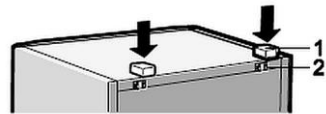

Fig. 2
5. Sortir du sachet (fourni) deux éléments d'écartement (1).
6. Placer les deux éléments d'écartement (1) dans les glissières (2) dans la partie supérieure de la paroi arrière (fig. 2).